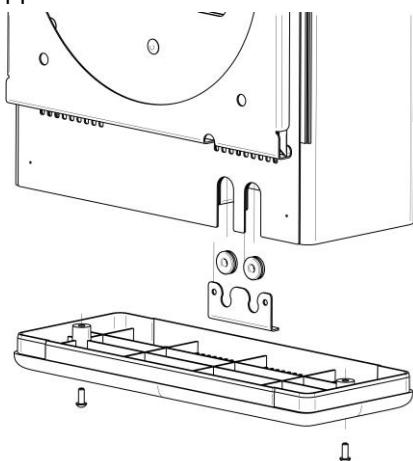

Рис. 21
- Извлеките прижимную пластину. Вставьте резиновые втулки в пазы прижимной пластины и установите пластину на место. Установите нижнюю крышку и закрепите ее винтами, см. Рис. 21. Подключите питание.